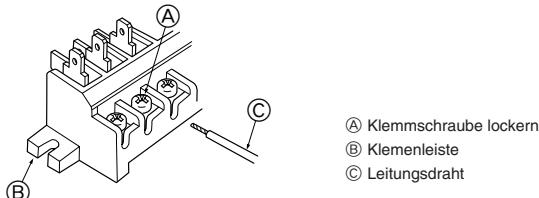

Fig. 7-6
- Sorgfältig darauf achten, Fehlverdrahtung zu verhindern. (Fig. 7-6)